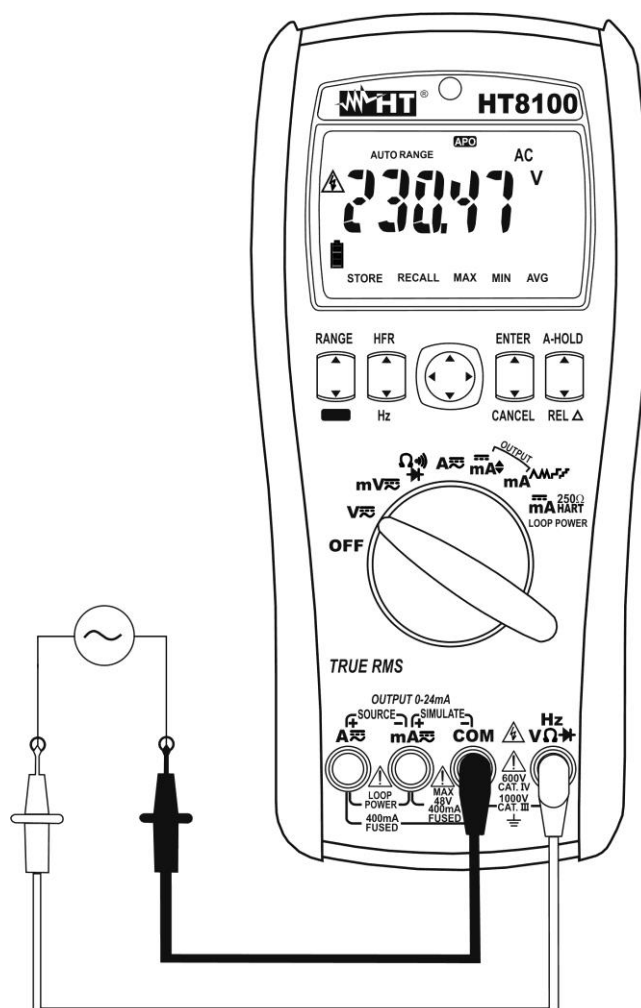

Fig. 3: Uso dello strumento per misura di Tensione AC
4. Inserire il cavo rosso nel terminale di ingresso **H2VΩ** e il cavo nero nel terminale di ingresso **COM** (vedere Fig. 3)